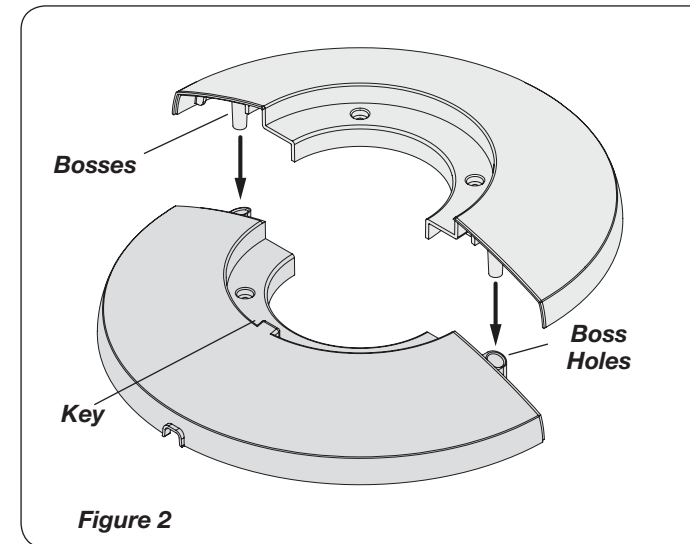

Figure 2
1. Assemble the Base by interlocking the **Bosses** into the **Boss Holes**. (Figure 2)
TIMER FUNCTION (Figure 2)
1. Arme la base enclavando las **Protuberancias** en los **Orificios para Protuberancias**. (Figure 2)